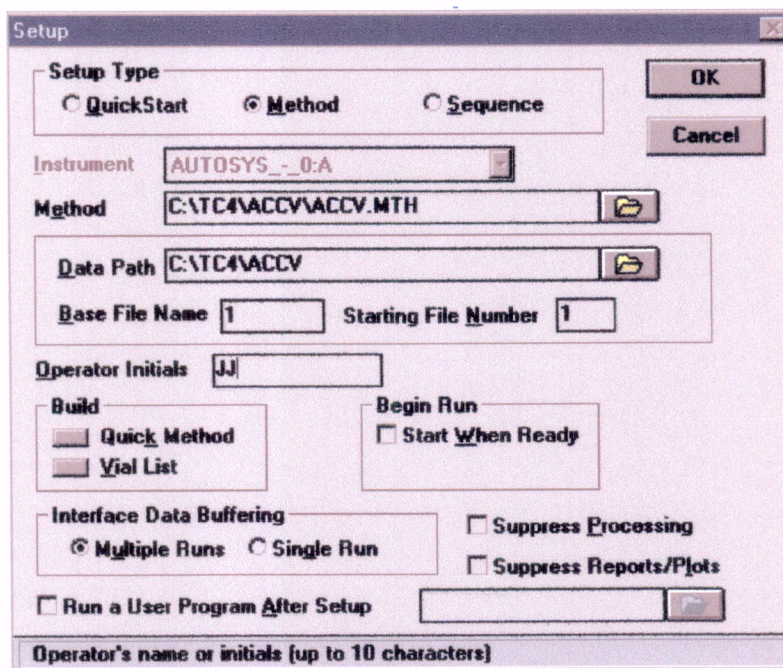

Fig. 2 - Escolha do método para a análise de OCCV.
- 1) Em “Setup”, escolher “method” (fig. 2) e clicar em: “Build-Quick Method”.